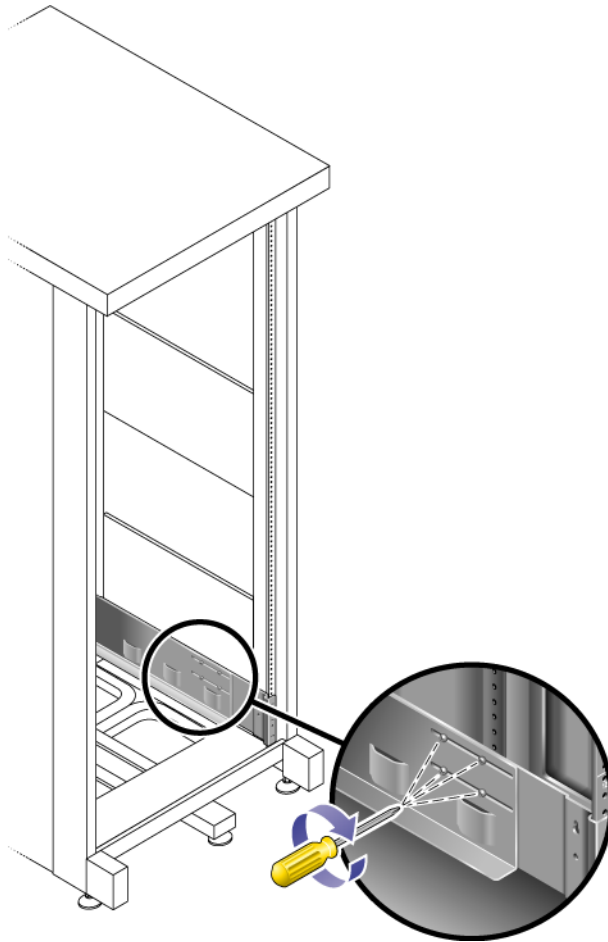

FIGURA 2-6 Ajuste de los tornillos de fijación de la guía
8. Utilice un destornillador Phillips del 2 para apretar los ocho tornillos de ajuste (cuatro a cada lado) que hay en la parte posterior de cada guía (FIGURA 2-6).